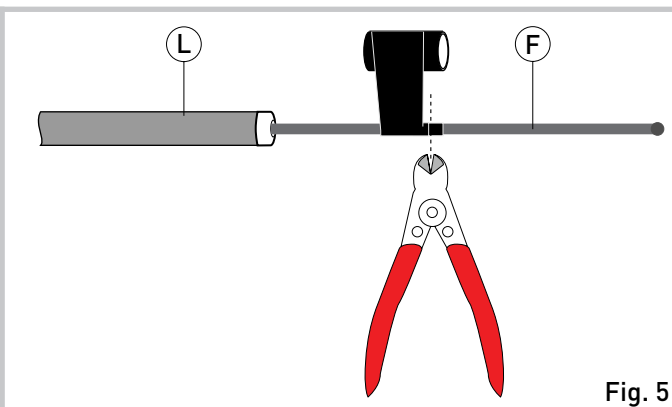

Fig. 5
- 1.5 Prima di procedere alla installazione sul blocco, accorciare il cordino di acciaio come da sequenza in fig. 5.
- 1.5 Before carrying out the installation on the block, shorten the steel cord according to the sequence in fig. 5.
- 1.5 Avant de procéder à l'installation sur le bloc, raccourcir le câble en acier selon la séquence indiquée dans la figure 5.
- 1.5 Vor der Installation auf der Verriegelung muss das Stahlseil gekürzt werden, wie in Abb. 5 beschrieben.
- 1.5 Antes de proceder a la instalación en el bloque, reducir el cable de acero según la secuencia indicada en la fig. 5.